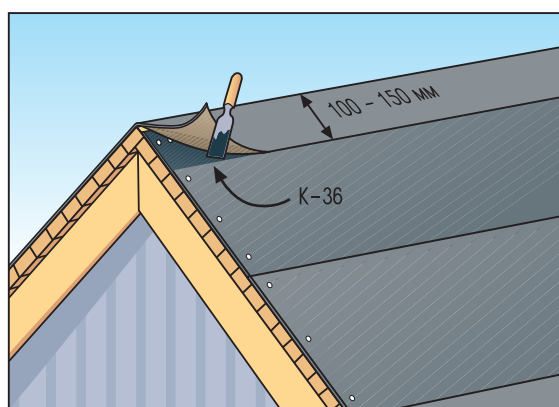

Рис. 4
- На коньке подкладочные ковры, уложенные вдоль первого ската, обрезаются по коньку, и затем верхний край гвоздями фиксируется к настилу крыши. Подкладочный ковер противоположного ската перекрывает конек на 150 мм и соединяется с подкладочным ковром первого ската с помощью битумного клея К-36 (Рис. 4). Важно! Клей К-36 должен наноситься толщиной не более 1 мм и разравниваться шпателем. В случае нанесения большего количества клея возможны подтеки клея на верхнюю поверхность материала.